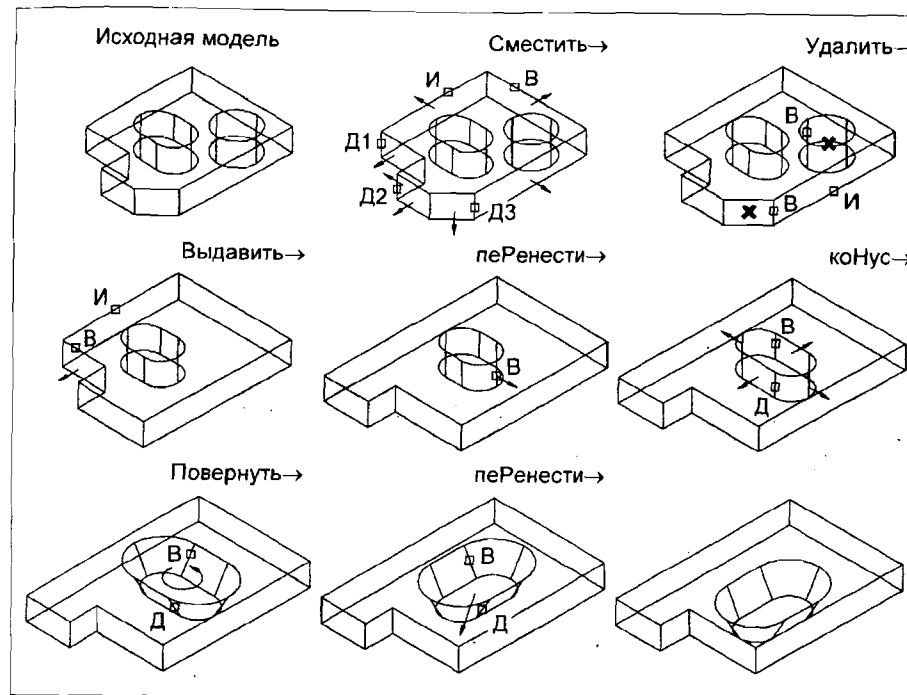

Рис.30
1. Ввести команду РЕДТЕЛ (SOLIDEDIT) и перейти в режим (подменю) Грань (Face) (рис.30).
Примечание. На рис.30 показаны рекомендуемые точки первоначального выбора (В), исключения (И) и добавления (Д) граней к набору.